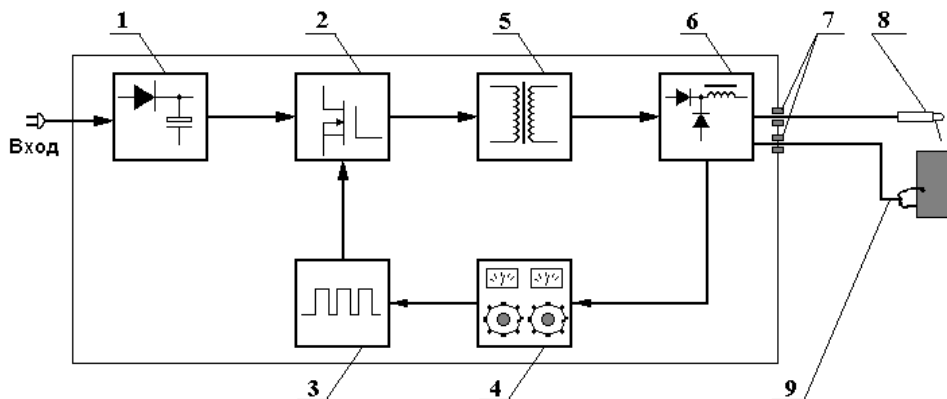

Рисунок 1 – Блок-схема сварочного выпрямителя БИМАРК-250
3.1 Выпрямители серии БИМАРК-250 PRO Line произведены на базе современной технологии, благодаря использованию мощных высокочастотных полупроводников и применению принципа широтно-импульсной модуляции. Принцип работы отображён на блок-схеме рис. 1.